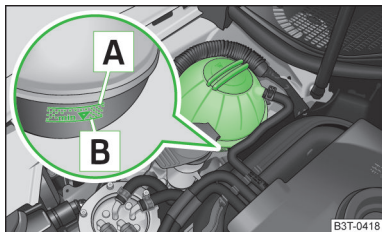

Abb. 167
Zum Nachfüllen nur das Frostschutzmittel verwenden, dessen Bezeichnung auf dem Kühlmittelausgleichsbehälter aufgeführt ist » Abb. 167 auf Seite 198.
- Das Kühlmittel nicht über die Markierung **A** auffüllen » Abb. 167 auf Seite 198.
Der Kühlmittelausgleichsbehälter befindet sich im Motorraum » Abb. 167.
Bildbeschreibung » Abb. 167
- › Den Kühlmittelstand am Kühlmittelausgleichsbehälter prüfen. » Abb. 167.
Bei betriebswarmem Motor kann das Prüfergebnis ungenau ausfallen. Der Stand kann auch über der Markierung **A** » Abb. 167 liegen.